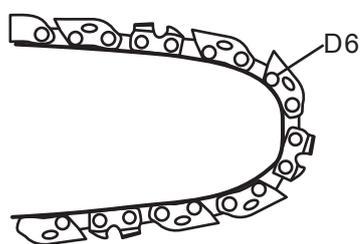

Fig. 9b
- Vérifier la tension de la chaîne en soulevant la chaîne (D6) à une main. La tension correcte de la chaîne est obtenue lorsque la chaîne peut être soulevée d'environ 2 à 4 mm du guide-chaîne (D7) au niveau du centre (voir fig. 9b, 9c)